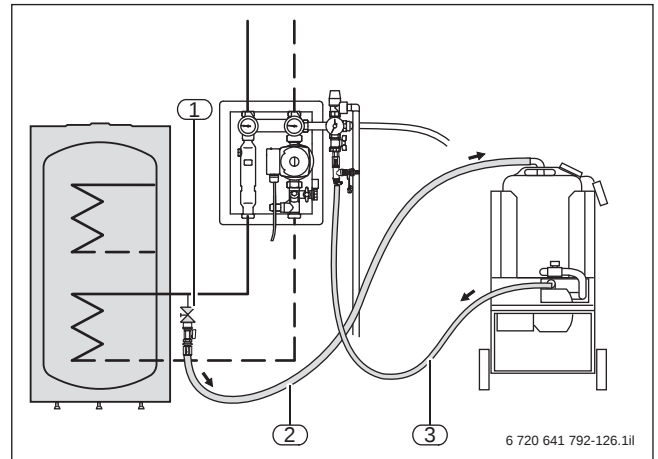

Bild 142 Spülen eines Standardsystems mit einem Speicher Logalux SM, SMS, SMH, P750 S oder PNR(Z)
- In der Rohrleitung zum Wärmetauscher in der Nähe des Speichers bauseits ein Füll- und Entleerhahn installieren (→ Bild 142).